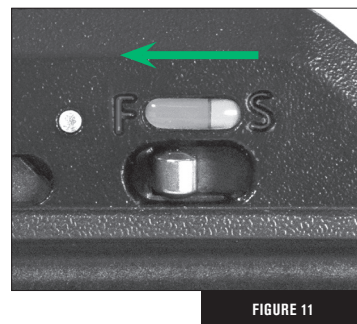

FIGURE 11
- 2c Glissez le cran de sûreté vers l'avant en direction de la position « FIRE ». (Fig.11)